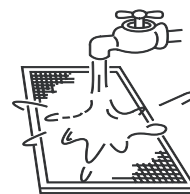

Рисунок 13.3
- б. Во время чистки водой приточная сторона фильтра должна быть направлена вниз (см. рис. 13.3).